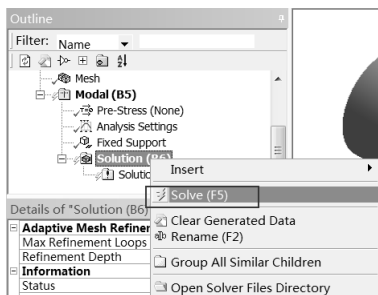

图 10-58 求解
Step4：在 Outline（分析树）中的 Modal（B5）选项上右击，在弹出的快捷菜单中选择 Solve 命令，如图 10-58 所示，此时会弹出进度显示条，表示正在求解，当求解完成后进度条自动消失。